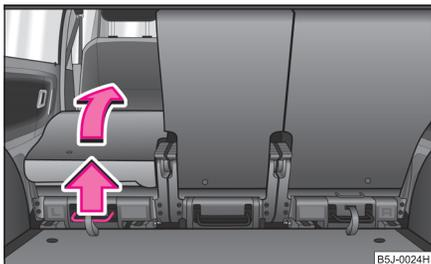

Fig. 52 Abatir el asiento completamente hacia delante
- Tirar de la palanca ⇒ fig. 52 hacia arriba y abatir después el asiento completamente hacia delante.